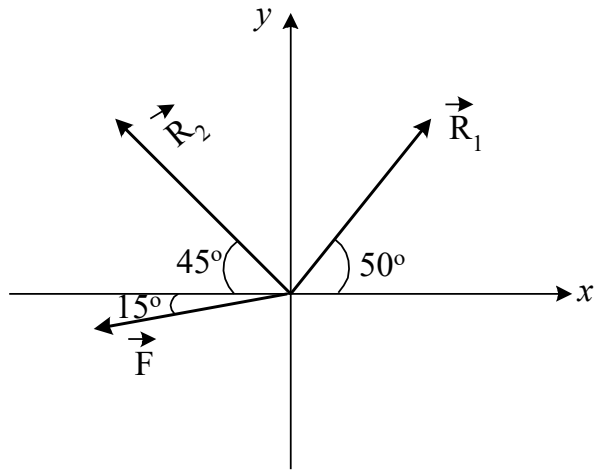

рис. 1
1. Составим расчетную схему (рис. 1)
Составим расчетную схему (рис. 1)
$$\begin{aligned} \text{рис. 1} \quad (1) \quad \sum M_A(F_i) &= 0; F \cdot 1 - Q \cdot 1 - M + R_{By} \cdot 3 = 0 \\ (2) \quad \sum M_B(F_i) &= 0; F \cdot 4 - R_{Ay} \cdot 3 + Q \cdot 2 + M = 0 \\ (3) \quad \sum F_{ix} &= 0; R_{Ax} = 0 \end{aligned}$$